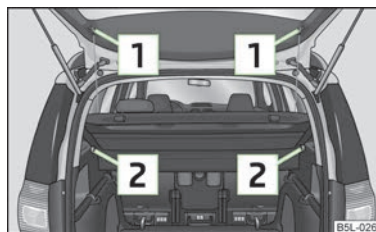

Fig. 59
- Desprindeți benzile de susținere [1] » fig. 59.